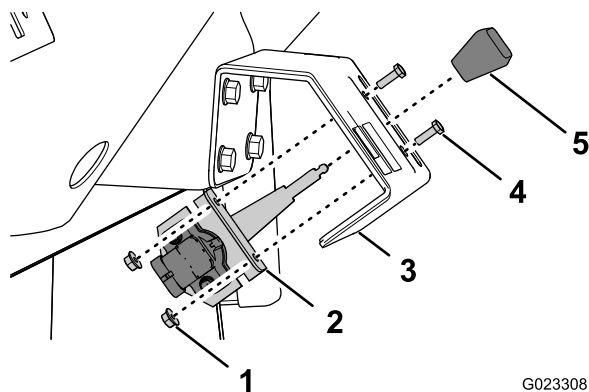

Figura 19
1. Togliete la manopola (se installata) dalla leva dell'acceleratore a mano (Figura 19).
2. Allineate la leva a mano dell'acceleratore con la fessura della staffa dell'acceleratore a mano e poi allineate i fori della staffa di montaggio fissata all'acceleratore a mano con la staffa (Figura 19).
3. Fissate l'acceleratore a mano alla staffa con i 2 bulloni (10–32 x 5/8) e i 2 dadi (Figura 19).